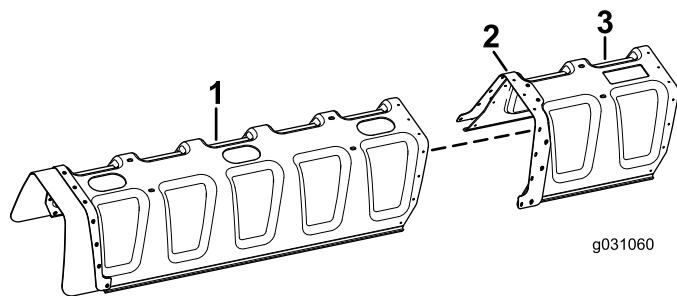

图5
1. 将 11 喷嘴喷洒臂护罩上的孔与连接至 12 喷嘴喷洒臂护罩的加强板上的孔对齐 (图5)。